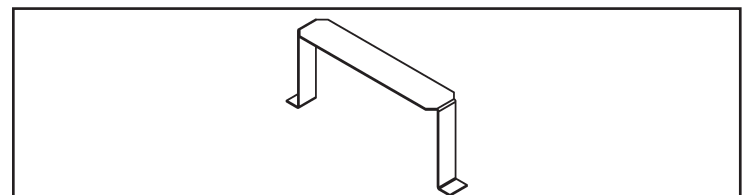

Figure 3N – Plaque de restriction
* Lorsque la distance horizontale est inférieure à 760 mm (30 po), il faut installer la plaque de restriction (Figures 3N et 3O).